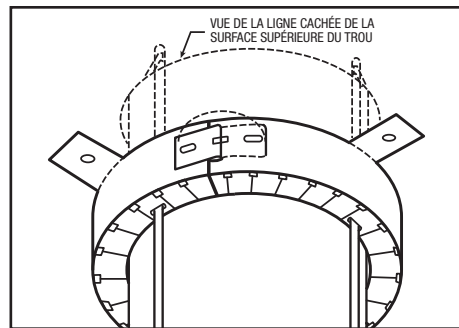

Figure 4 : Faire glisser les courroies, faire en sorte que le dispositif pour tuyaux en plastique affleure la surface de substrat, verrouiller et fixer.
- D. Faire glisser les courroies d'ancrage ultra rapides dans l'espace annulaire compris entre le tuyau et le contour de l'ouverture jusqu'à ce qu'elles atteignent le bord opposé de l'ouverture (Figures 4 et 8).
- E. Faire glisser le dispositif pour tuyaux en plastique afin qu'il affleure la surface du substrat et bloquer le dispositif pour tuyaux en plastique en plaçant le loquet à la dernière position de verrouillage. Enfin, plier complètement la languette de verrouillage afin de bien fixer le dispositif (Figure 4).